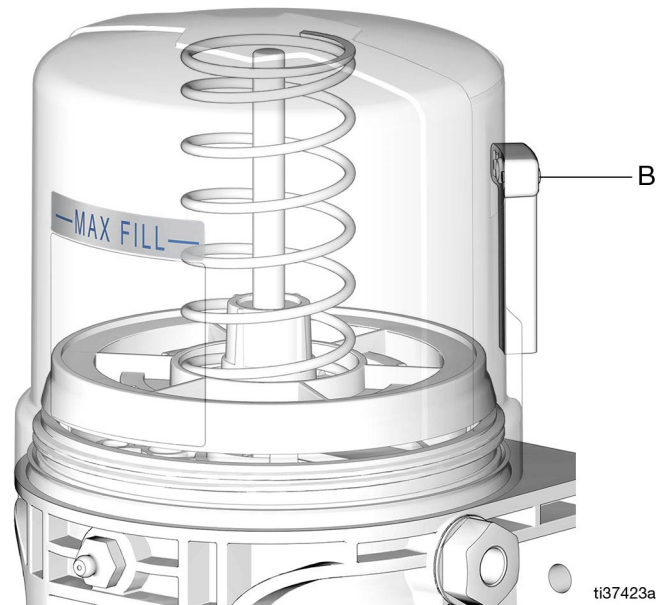

ABB. 20
3. Behälter bis zur MAX-Linie mit NLGI-Schmierfett füllen (ABB. 20).
HINWEIS: Das Entlüftungrohr (B) darf nicht als Überfüllungsanzeige verwendet werden (ABB. 20).